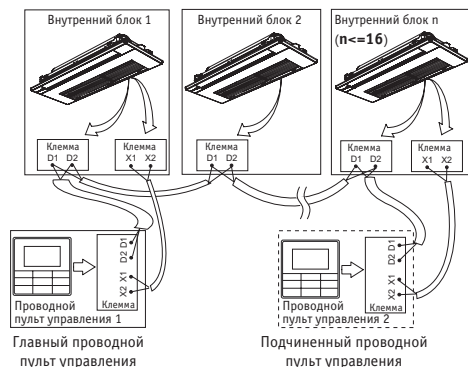

Рис. 8.8
- Используйте один или два (один главный и один подчиненный) проводных пульта ДУ для управления несколькими внутренними блоками (рис. 8.8).